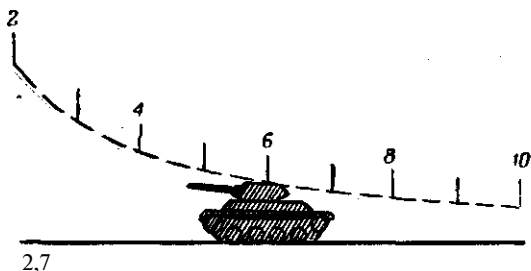

Рис. 66. Определение расстояния по дальномерной шкале оптического прицела гранатомета (расстояние до цели 600 м)
**121. Для определения расстояний по дальномерной шкале оптического прицела** необходимо навести шкалу на цель так, чтобы цель располагалась между сплошной горизонтальной и наклонной пунктирной линиями (рис. 66). Штрих шкалы, расположенный над целью, указывает расстояние до цели, имеющей высоту 2,7 м. Если цель имеет высоту, меньшую